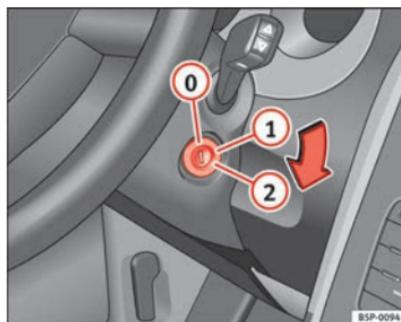

Fig. 117 Posições da chave da ignição
Nesta posição, ⇒ Fig. 117 a ignição e o motor estão desligados, podendo bloquear a direcção.
- Rode a chave da ignição para a posição ⇒ Fig. 117 ①. O aviso ⚡ acender-se-á em caso de pré-incandescência do motor. ▶
- Quando o aviso se apagar, rode a chave da ignição até à posição ② para arrancar o motor, sem acelerar.
- Rode a chave da ignição até à posição ⇒ Fig. 117 ①.